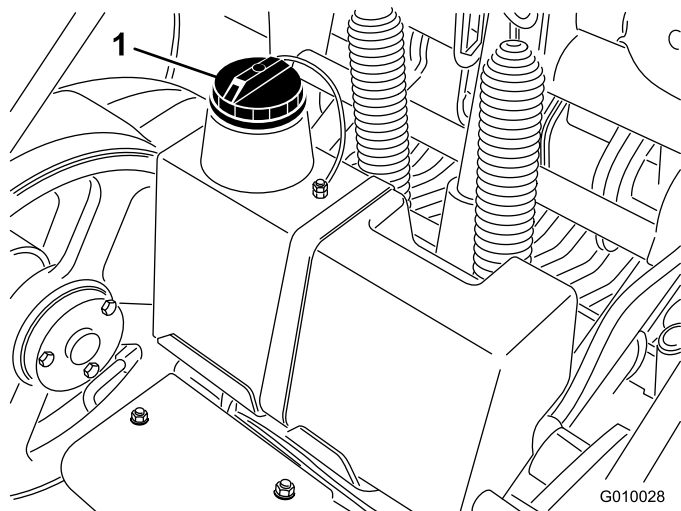

図 19
3. 油圧オイル・タンクの注油口周辺をきれいに拭き、キャップ（図 19）を外す。給油口からキャップを取る。